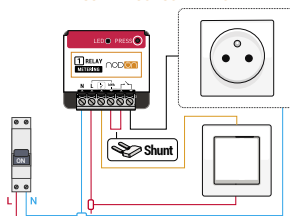

Figure 1
- Câblez le Module Multifonction avec mesure de la consommation Zigbee selon le schéma figure 1.